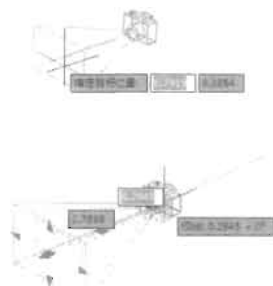

图 12-39
- (2) 使用动态输入工具提示输入 x 、 y 、 z 坐标值,如图 12-39 所示。
- (3) 在“相机特性”选项板中修改相机特性。